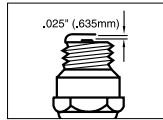

Bild 7
- Zündkerzenfunkenstrecke = 0,025 In. (0,635 mm)(Bild 7)